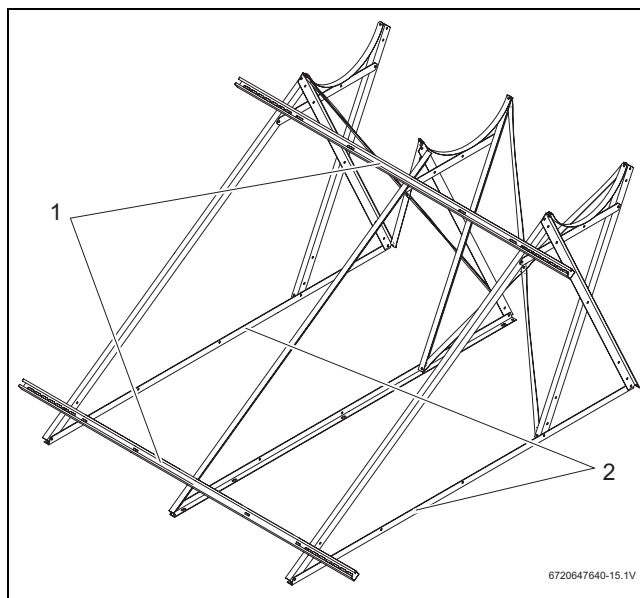

Fig. 23 Poser les rails profilés en U
- ▶ Visser les rails profilés en U (→ fig. 23, [1]) en haut et en bas au milieu aux rails de support-capteur.
- ▶ Positionner les rails de support en bas (→ fig. 23, [2]) parallèlement les uns par rapport aux autres.